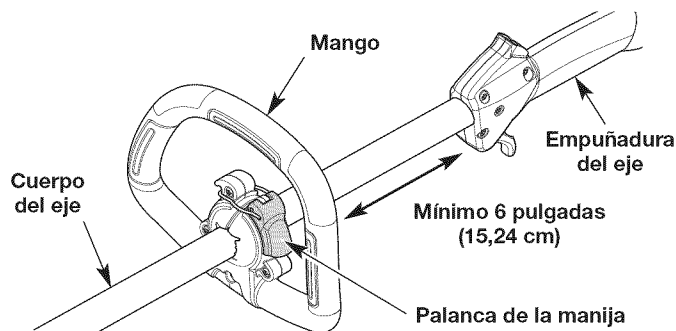

Fig. 2
1. Voltee la palanca de la manija hacia arriba para aflojarla (Fig. 2).
2. Sin dejar de sujetar la unidad en posición de operación (Fig. 11), mueva el mango hasta el lugar que le dé el mejor agarre. Colóquelo a una distancia mínima de 6 pulgadas (15.24 cm) de la base de la empuñadura del eje (Fig. 2).
3. Incline la manija como desee (Fig. 2).